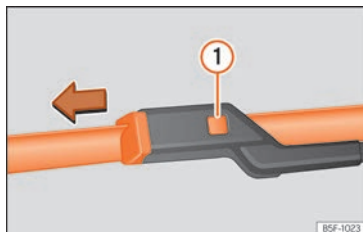

Abb. 220 Scheibenwischerblätter vorne auswechseln.
- Die Entriegelungstaste »» **[Abb. 220]**  gedrückt halten und gleichzeitig das Scheibenwischerblatt vorsichtig in Pfeilrichtung abziehen.